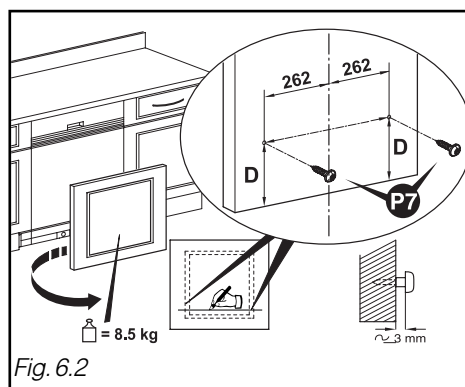

Fig. 6.2
- Calcular a cota $D = A - B$, fazer um traço na cota **D** atrás do painel, na parte inferior (Fig. 6.2)
- Posicionar as duas localizações do parafuso a 262 mm do eixo do painel de madeira. Pôr os 2 parafusos **P7** (Fig. 6.2).